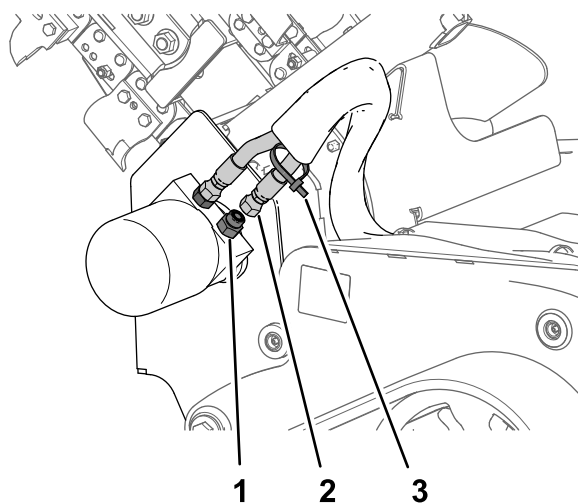

Рисунок 2
2. Протрите насухо гидравлические шланги и штуцеры гидромотора привода траншеекопателя (Рисунок 2).
3. Прикрепите крепеж кабеля к самому заднему гидравлическому шлангу гидромотора привода траншеекопателя (Рисунок 2).